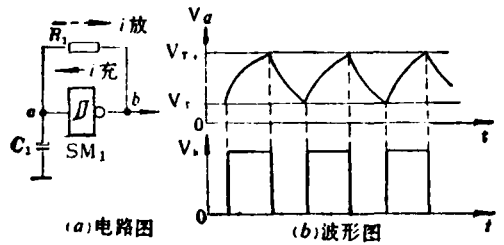

图1 用施密特触发器组成的矩形波振荡电路
1. 矩形波振荡电路：图1是由一个施密特触发器 SM_1 和 R_1 、 C_1 组成的一种非常简单的矩形波振荡电路。由于施密特触发器本身具有整形作用，因而振荡波形很好，频率稳定度高，不需再加整形电路。设 SM_1 输入端 a 为低电平，输出端 b 为高电平，则 b 端(约 $0.9V_{DD}$ 电压)经电阻 R_1 向电容 C_1 充电，形成充电电流 $i_{充}$ ， a 点电平上升。当 a 点电平上升到 SM_1 开门鉴别阈值 V_{T+} 时，施密特触发器翻转， b 点由原高电平变为低电平，其电压接近于零。此时电容 C_1 上的充电电压 V 开始转为经 R_1 向 b 点放电，由充电电流转为放